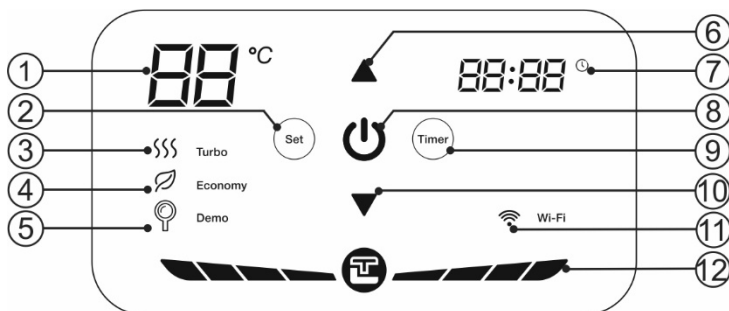

Рисунок 3. Панель управления
Рисунок 3: 1 – указатель температуры, 2 – кнопка «Set», 3 – индикатор «Turbo», 4 – индикатор «Economy», 5 – индикатор «Demo», 6 – кнопка «▲», 7 – указатель времени, 8 - кнопка «I/O», 9 – кнопка «Timer», 10 – кнопка «▼», 11 – индикатор «Wi-Fi» (опционно для моделей Wi-Fi), 12 – индикатор нагрева.
Включение/выключение ЭВН осуществляется кнопкой «I/O» на панели управления (Рис. 3, п.8), при этом на светодиодный индикатор показывается заданную температуру нагрева. Режим «Turbo» включается автоматически, при этом максимальная мощность составляет 2000 Вт. В процессе эксплуатации ЭВН потребитель может выбирать температуру нагрева при помощи двух клавиш «▲» «▼» (Рис. 3, п.6 и п.10). При кратковременно нажатии клавиш значение температуры будет изменяться на 1 градус в секунду, при долговременном нажатии – на 5 градусов в секунду. Диапазон регулировки температуры составляет от 30С до 75С, а температура по умолчанию составляет 75С. Нажмите кнопку «Set», чтобы переключить ЭВН в экономичный режим «Economy». При переходе в экономичный режим включается индикатор экономичного режима, и температура будет заблокирована на значении 55С при мощности нагрева 1300 Вт. В экономичном режиме температуру нельзя регулировать вручную. Нажмите кнопку «Set» снова, чтобы выйти из экономичного режима.
1. Установка времени включения. Указатель времени (Рис. 3, п.7) должен светиться. Нажмите кнопку «Set», установите значение ЧАСЫ с помощью кнопок «▲»
«▼» (Рис. 3, п.6 и п.10). Кратковременное нажатие изменяет значение +1/-1, длительное нажатие - +5 /-5. Диапазон значения ЧАСЫ: 0-23. Повторно нажмите «Set», установите значение минуты таким же способом.
2. Установка времени выключения. После установки времени включения нажмите кнопку «Set», иконка должна мигать. Нажмите кнопку «Set», установить значение ЧАСЫ с помощью кнопок «▲» «▼» (Рис. 3, п.6 и п.10). Кратковременное нажатие изменяет значение +1/-1, длительное нажатие - +5 /-5. Диапазон значения ЧАСЫ: 0-23. Повторно нажмите «Set», установите значение минуты таким же способом.
3. При установке значения ЧАСЫ таймер отключится, если кнопок «▲» «▼» (Рис. 3, п.6 и п.10) не касаться более 5 секунд.